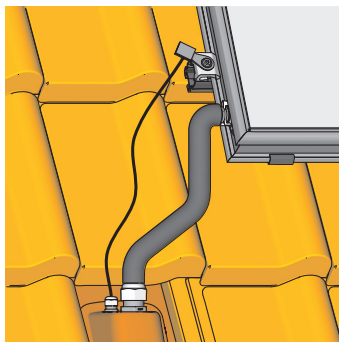

Bild 3-39 Arbeitsschritt 17
17. Den gestauchten Wärmedämmschlauch über das Fitting schieben (Bild 3-39).